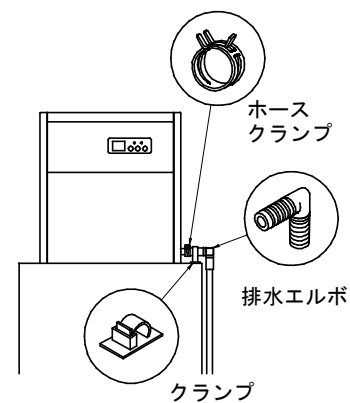

図 4
- ・ 排水ホースはドレンパイプに付属のホースクランプにて抜けないよう確実に固定してください。(図 4)
- ・ ドレンパイプに接続した排水ホースが浮き上がる時は、付属のクランプを使用し、勾配をつけてください。(図 4)
- ・ ドレンパイプに接続した排水ホースがキャビネット天井面から立下り部分で折れ曲がりを生じる時は、付属の排水エルボを使用してください。(図 4)